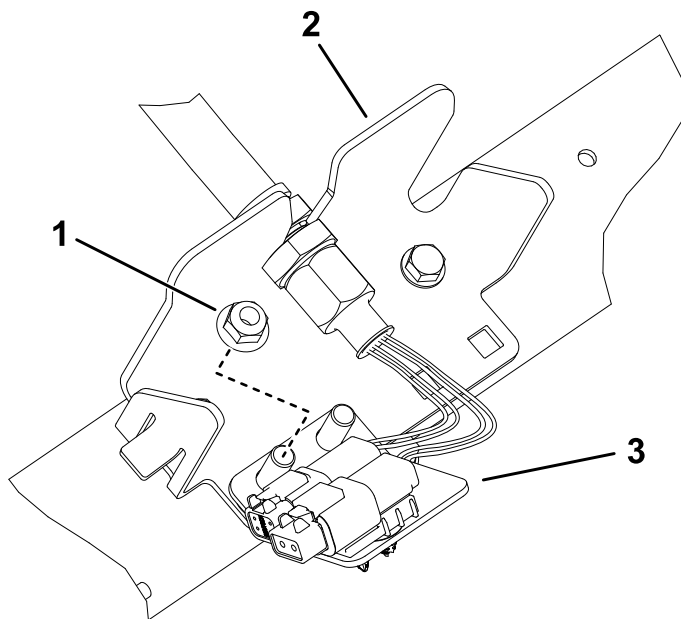

Figura 17
- 6. Ripetete la procedura nelle 4 posizioni di supporto rimanenti, come illustrato nelle immagini da Figura 14 a Figura 17.